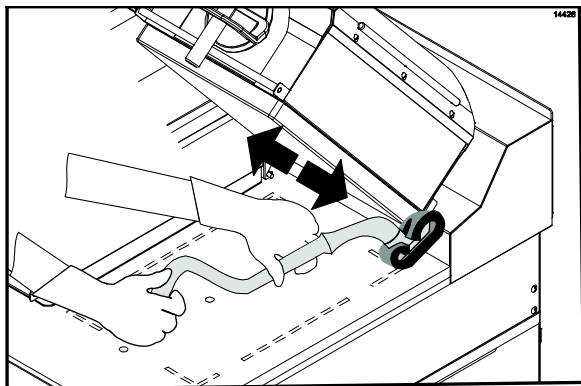

Figure 91
17. Appliquer le nettoyant pour gril à l'arrière des plaques, en commençant par la plaque de droite et en terminant par la plaque de gauche (Cf. Figure 91).